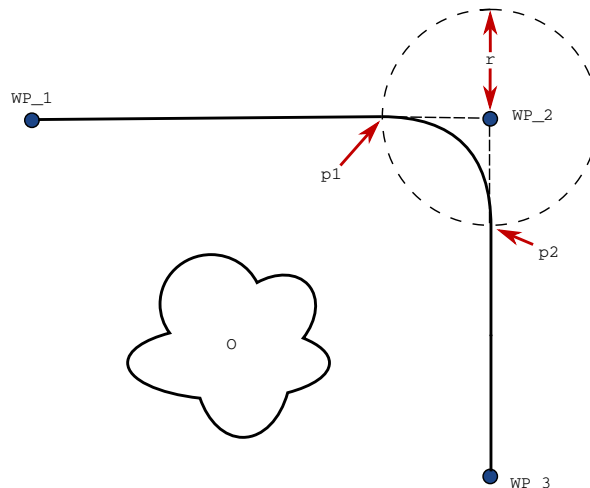

Abbildung 14.3: Blending über WP\_2 mit Radius  $r$ , ursprüngl. Blending-Position bei  $p1$  und letzte Blending-Position bei  $p2$ . O ist ein Hindernis.
**Überblend-Parameter** Neben den Wegpunkten beeinflussen mehrere Parameter den Bewegungsablauf im Überblend-Bereich (siehe Abbildung 14.3):